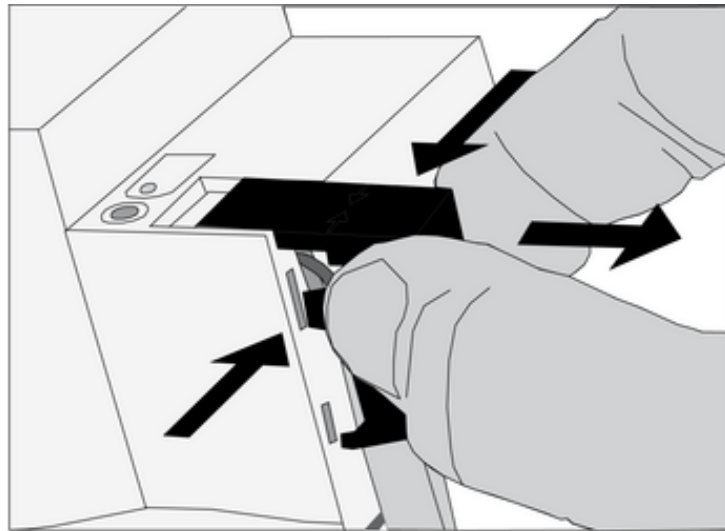

Bild 10: Abdeckkappe entfernen
- Abdeckkappe seitlich drücken und abziehen (Bild 10).